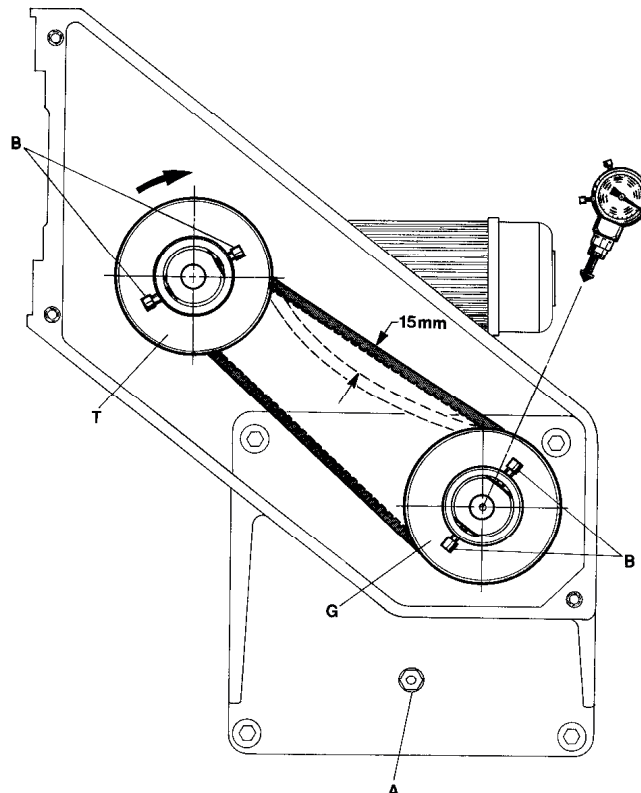

FIG. 2
The gears are lubricated once per month through the grease nipple (A, Fig. 2). We recommend BP-Energrease or equivalent.
Los piñones deben lubricarse una vez al mes a través del tubo roscado de unión (A, Fig. 2). Recomendamos el uso de BP-Energrease o su equivalente.
Start the feed-in device (the conveyor will run simultaneously) and measure the revolutions of the driven pulley (see Fig. 2).
Loosen screws (B, Fig. 2) of driving and driven pulley.
If the feed-in speed is too low and has to be increased, screw out driven pulley (G, Fig. 2) accordingly. Count the revolutions. Full and half revolutions are possible. Then screw in the driving pulley (T, Fig. 2) with the same amount of revolutions.
Arranque el alimentador (la cadena correrá simultáneamente) y mida las revoluciones de la polea impulsora (Ver Fig. 2).
Suelte los tornillos (B, Fig. 2) del impulsor y la polea impulsora.
Si la velocidad del alimentador es muy lenta y debe ser incrementada, saque la polea impulsora (G, Fig. 2) adecuadamente. Cunte las revoluciones. Revoluciones media y completa son posibles de conseguir. Monte de nuevo la polea impulsora (T, Fig. 2) con la misma cantidad de revoluciones.
If the feed-in speed is too high and has to be reduced, screw out the driving pulley (T, Fig. 2) accordingly. Count the revolutions. Then screw in the driven pulley (G, Fig. 2) with the same amount of revolutions.
Retighten screws (B, Fig. 2) on the flats of pulleys and measure the revolutions on driven pulley (G, Fig. 2), to check if the feed-in speed corresponds with the conveyor speed.
**NOTE:** The V-belt pulleys (G and T, Fig. 2) have to be assembled aligned with each other.
Check the tension of the V-belt. The belt tension is correct, when the V-belt can be depressed manually by 15 mm (19/32 in.) (see Fig. 2).
Si la velocidad del alimentador es muy alta y debe ser reducida, saque la polea impulsora (T, Fig. 2) adecuadamente. Cuento las revoluciones. Monte de nuevo la polea impulsora (G, Fig. 2) con la misma cantidad de revoluciones.
Reajuste los tornillos (B, Fig. 2) en la parte plana de las poleas impulsoras (G, Fig. 2), para verificar si la velocidad del alimentador coincide con la de la correa.
**NOTA:** Las correas en V (G y T, Fig. 2) deben ser montadas alineadas una con la otra!
Verifique la tensión de la correa en V. La tensión de la correa es correcta, cuando se pueda hundir presionando un poco con la mano 15 mm (Ver Fig. 2).